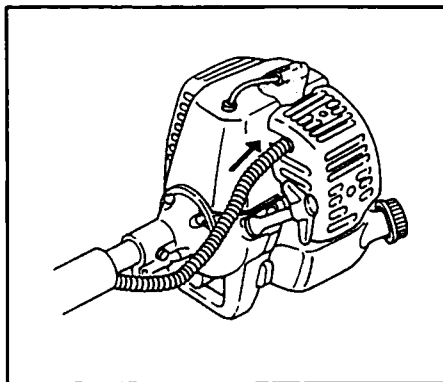

Fig. 1-7
- En Cover throttle cable and stop cords together with protective tube provided up to aircleaner cover. (Fig.1-7)
- Fr Couvrir ensemble le câble de commande des gaz et les cordons d'arrêt avec le tube de protection fourni jusqu'à la hauteur du couvercle du filtre à air. (Fig. 1-7)
- It Coprire il cavo dell'acceleratore e fermate i cavi insieme con il tubo di protezione in dotazione fino al coperchio del filtro dell'aria. (Fig. 1-7)
- Ge Den mitgelieferten Schutzschlauch über Drosselklappenzug und Stopp-Leitungen bis zum Luftfilterdeckel ziehen. (Fig. 1-7)
- Sp) Cubrir el cable del acelerador y retener las cuerdas junto con el tubo protector provisto hasta la tapa del purificador de aire. (Fig. 1-7)
- Sw) Linda ihop gasregleringskabeln och kortslutningskablarna tillsammans med det medlevererade skyddsröret upp till luftrenarens hölje. (Fig. 1-7)